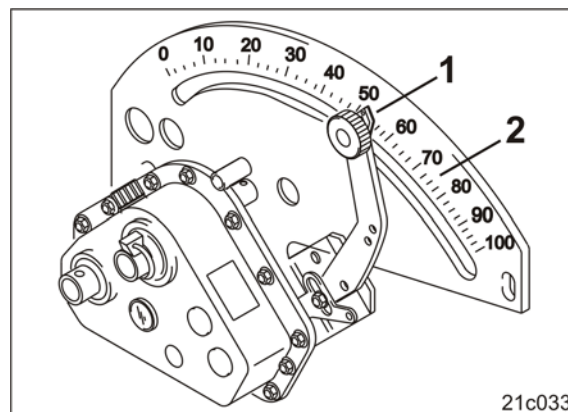

Рис. 197
6. Ослабьте фиксирующую головку (Рис. 197/1).
7. Установите стрелку (Рис. 197/2) рычага редуктора **снизу** на регулируемое значение редуктора «50».